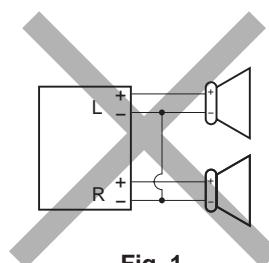
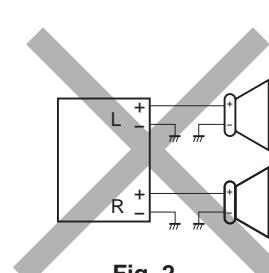
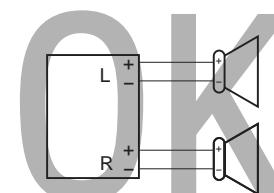

Fig. 1
Fig. 2
Fig. 3
- If the speaker wiring in your car is as illustrated in Fig. 1 and Fig. 2 below, DO NOT connect the unit using that original speaker wiring. If you do, the unit will be seriously damaged. Redo the speaker wiring so that you can connect the unit to the speakers as illustrated in Fig. 3.
- If the speaker wiring in your car is as illustrated in Fig. 3, you can connect the unit using the original speaker wiring in your car.
- Si el conexionado de altavoz de su automóvil es como se indica en las Figs. 1 y 2 de abajo, NO conecte la unidad utilizando ese conexionado de altavoz original. Si lo hace, se producirán daños graves en la unidad.
Vuelva a efectuar el conexionado de altavoz de manera que pueda conectar la unidad a los altavoces de la manera indicada en la Fig. 3.
- Si el conexionado de altavoz de su automóvil es como se indica en la Fig. 3, podrá conectar la unidad utilizando el conexionado de altavoz original de su automóvil.
- Si le câblage des enceintes de votre voiture est réalisé comme montré sur la Fig. 1 ou Fig. 2 ci-dessous, NE CONNECTEZ PAS l'appareil en utilisant ce câblage original d'enceintes. Si vous le faites, l'appareil sera sérieusement endommagé.
Recommencez le câblage des enceintes de façon que vous puissiez connecter l'appareil aux enceintes comme montré sur la Fig. 3.
- Si le câblage des enceintes de votre voiture est comme montré sur la Fig. 3, vous pouvez connecter l'appareil en utilisant ce câblage original d'enceintes pour votre voiture.